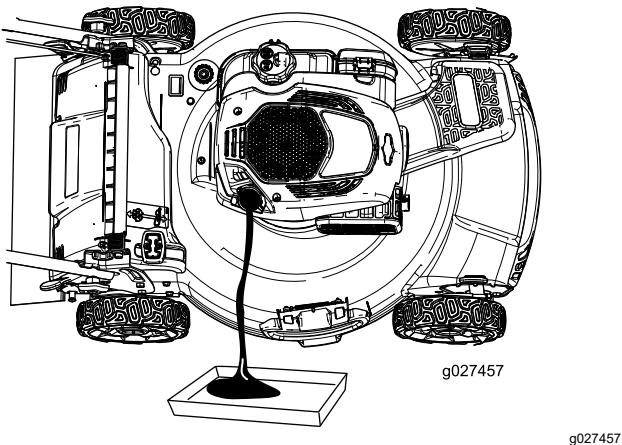

Figure 26
- Basculez la machine sur le côté (filtre à air en haut) pour vidanger l'huile usagée par le tube de remplissage (Figure 26).